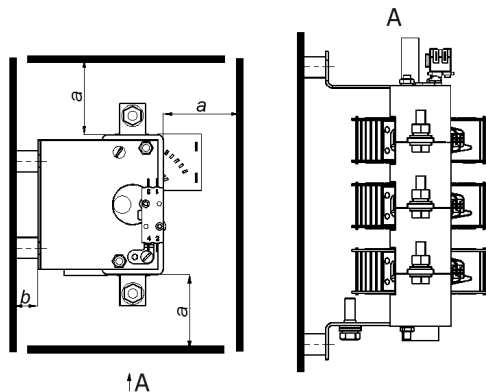

Рисунок 1- Минимально-допустимые расстояния от аппаратов до металлических частей
2.6 При встраивании аппаратов в металлические шкафы или ящики расстояние «в» (Рисунок 1) может быть уменьшено с применением прокладок из изоляционных материалов под установочной площадью аппарата.